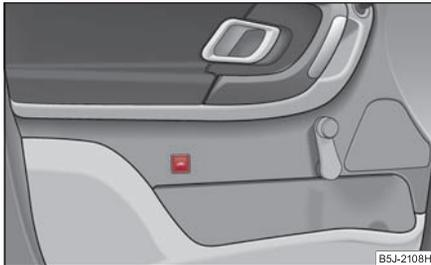

Abb. 42 Taste der Innenraumüberwachung
- Drücken Sie die Taste  an der Fahrertür ⇒ Abb. 42.